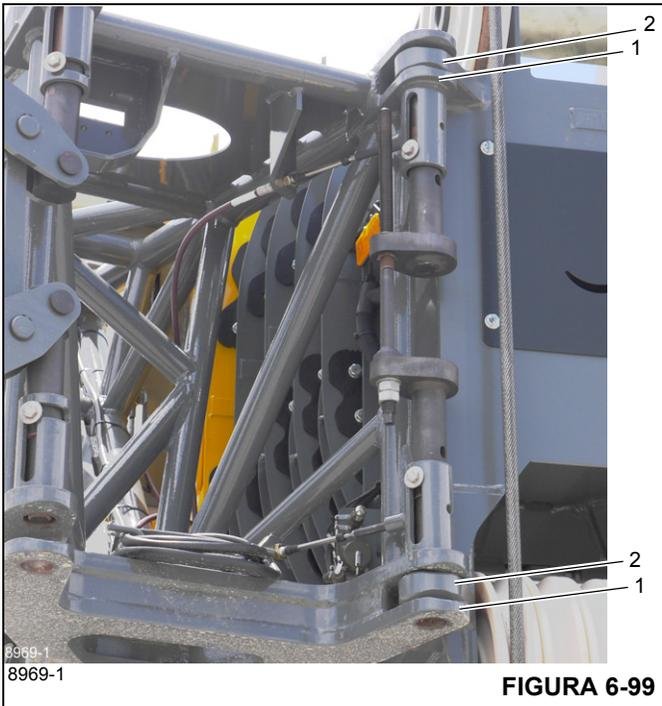

FIGURA 6-99
10. Usando el cable guía gire la extensión hacia afuera para enganchar los adaptadores de anclaje de la extensión base (1, Figura 6-99) en los adaptadores de fijación de la pluma principal (2).